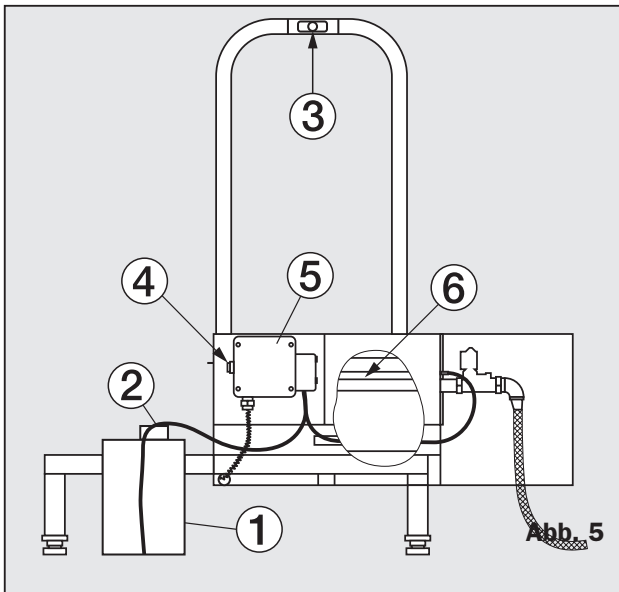

Abb. 5
7. Behälter mit Desinfektionsmittel austauschen (siehe Abb. 5)
- Behälter (1) mit Desinfektions- oder Reinigungsmittel neben Maschine aufstellen
- Ansaugschlauch (2) knickfrei in den Behälter bis zum Boden einführen
- Sicherheitsschalter (3) und Schnellauftaster (4) der Dosierpumpe (5) gleichzeitig so lange gedrückt halten bis gleichmäßig Desinfektionsmittel (ohne Blasen) aus dem Sprührohr (6) fließt, danach (3 und 4) loslassen.